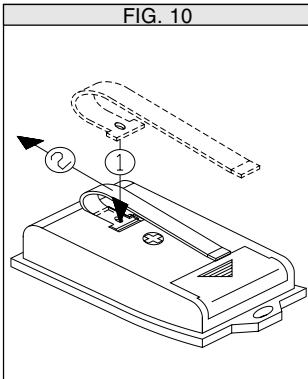

FIG. 8
- TO3D, avec triple code personnel et 4 touches, permet de commander jusqu'à 4 dispositifs comme suit: touches T1-T2-T3 avec codification égale ou différente, la touche T4 avec la même codification de la touche T3 (fig. 8)
- TO3D transmet de série: T1-CH1, T2-CH2, T3-CH3, T4-CH4 avec possibilité de régler un canal différent pour chaque touche au moyen de points à souder situés sur le circuit imprimé (fig. 8).